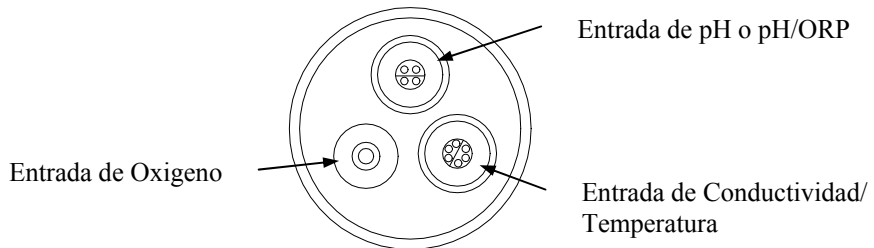

Imagen 3.3 Entrada de cada sensor
4. Aplique una fina capa de lubricante de anillas (proporcionado en el kit de mantenimiento del YSI 5511) a las anillas en la parte del conector del sensor (ver Imagen 3.3 Lubricación de la anilla).